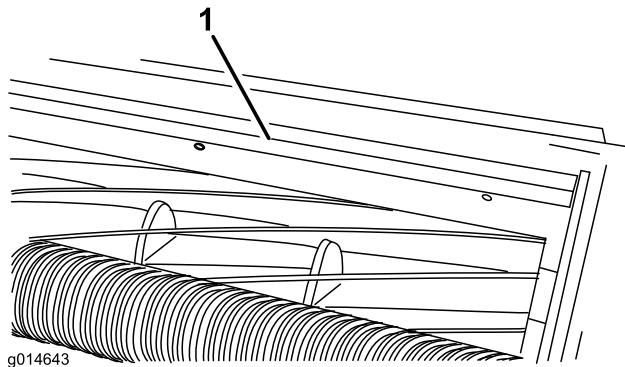

図 23
1. バー図 23 をカッティングユニットに固定しているねじをゆるめる。